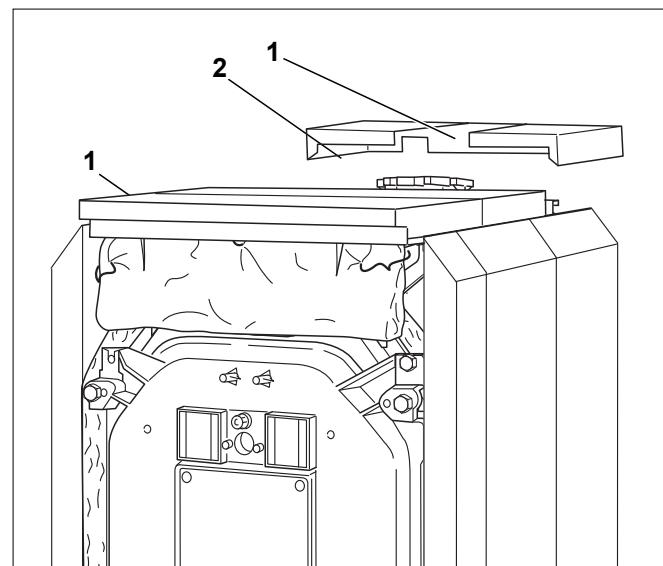

Рис. 54 Установка задней крышки
- ▶ Установите на боковых стенах заднюю крышку котла с отбортовками и вырезом для подающей линии (рис. 54, [1]), направленным вперед.